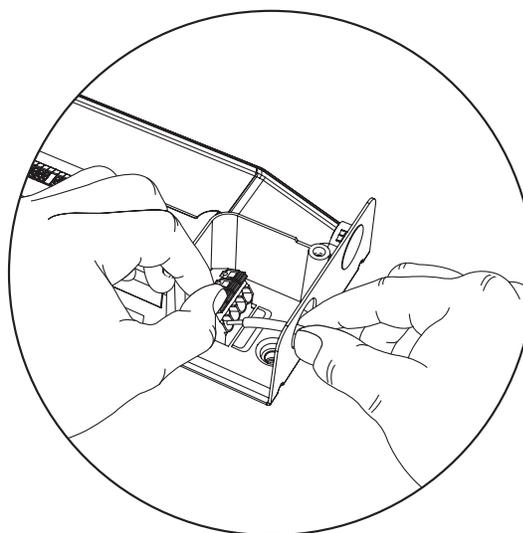

fig. 10
1. Ouvrez les bornes appropriées en basculant les leviers orange en position HAUTE (voir la fig. 10).